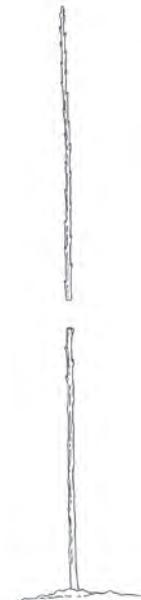

Figura 5
- Recorte el árbol nuevo hasta una altura de 18 pulgadas sobre el nivel del suelo (Figura 5).